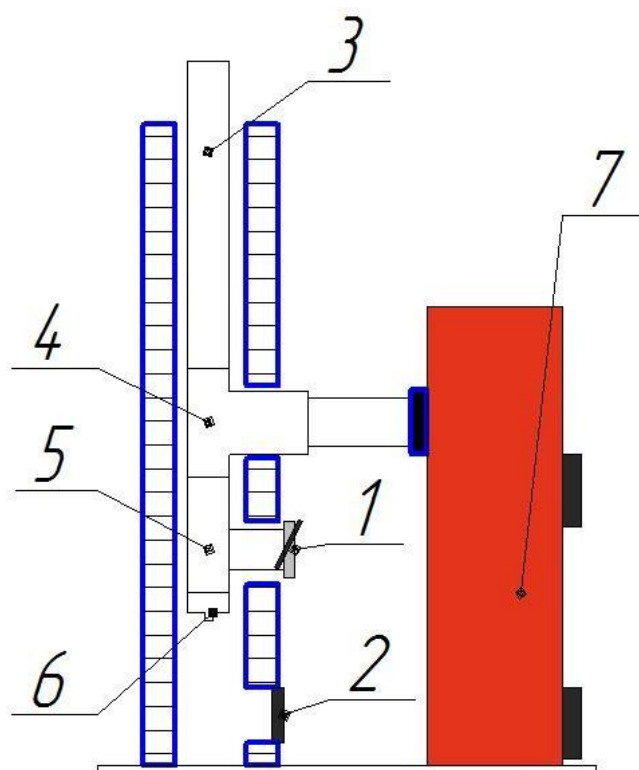

Рис.8 Схема дымохода.
Для регулировки тяги и удаления вибрации (это явление наблюдается, когда сильная тяга через дымоход) используется автоматический регулятор тяги, который не входит в комплектацию котла. Если в кирпичный дымоход вставлен вкладыш из нерж. стали, тогда в вкладыш вставляется дополнительный тройник. В этот тройник (5) и вставляется регулятор тяги 1 (рис.8).